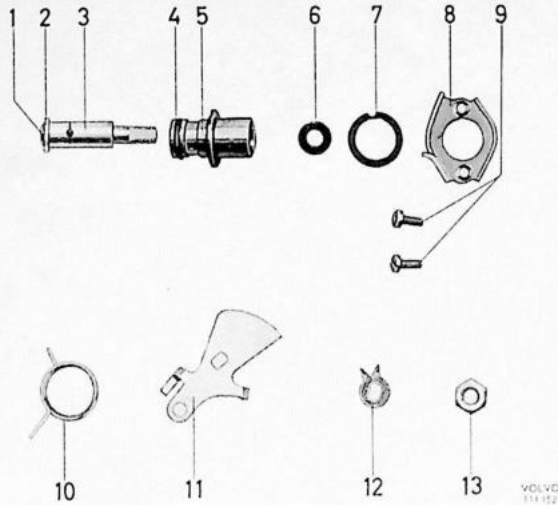

Fig. 15. Koude startinrichting, uit elkaar genomen
4. Trek de koude start inrichting uit het karburateurhuis. Druk de as uit de huls. Verwijder de pakking (7, Fig. 15), de rubber ring (4) en de pakking (6). Reinig alle delen. Blaas alle kanalen schoon met perslucht.